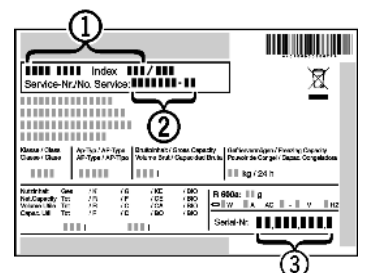

Fig. 15
- ▶ Gerätebezeichnung *Fig. 15 (1)*, Service-Nr. *Fig. 15 (2)* und Serial-Nr. *Fig. 15 (3)* vom Typenschild ablesen. Das Typenschild befindet sich an der linken Geräteinnenseite.
- ▶ Den Kundendienst benachrichtigen und den Fehler, Gerätebezeichnung *Fig. 15 (1)*, Service-Nr. *Fig. 15 (2)* und Serial-Nr. *Fig. 15 (3)* mitteilen.